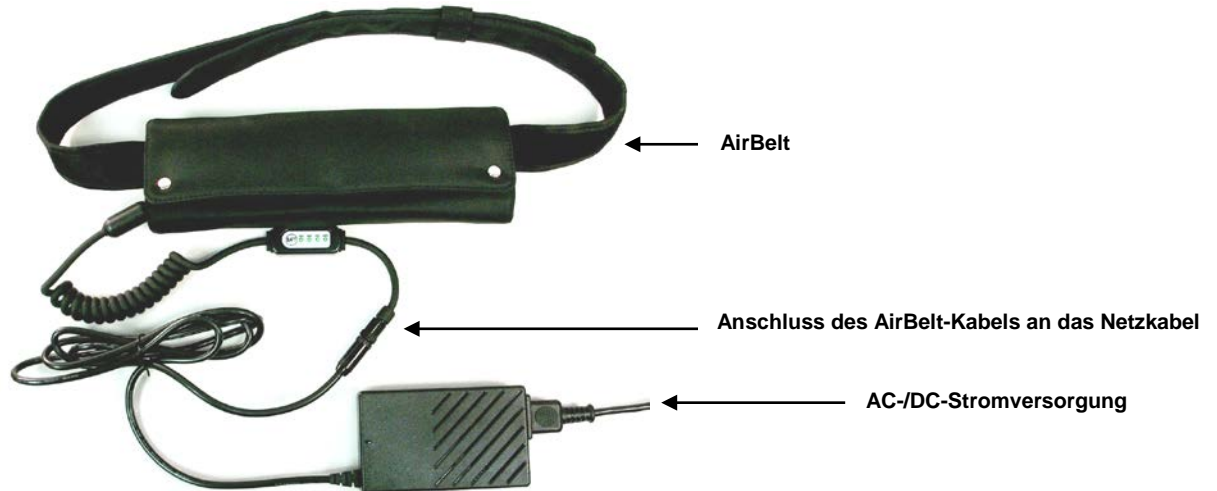

Abbildung 3.2: Laden des AirBelt Akkus
2. Schließen Sie die AC/DC-Netzversorgung (im Zubehörsatz des AirBelt enthalten) am Netzkabelende des AirBelt an, wie in Abbildung 3.2 gezeigt.